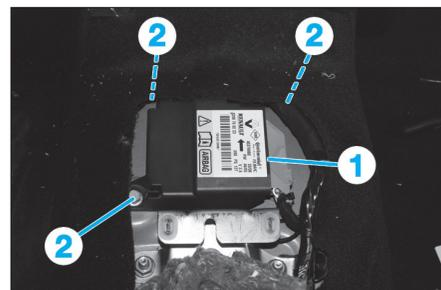

Fig. 11
- Débrancher le connecteur (1) (Fig.11).